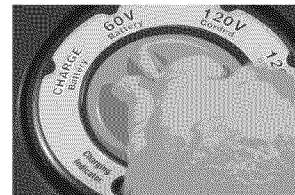

Figura 16 -Gire el disco
2. Gire el disco a la selección deseada (vea la Figura 16).